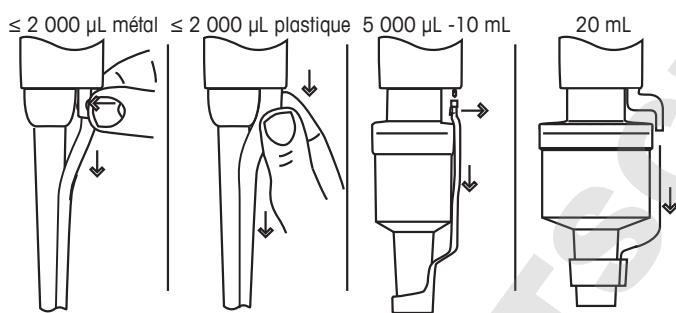

Figure 8 : Retrait du bras éjecteur
1. Retirez le bras éjecteur (voir retrait du bras éjecteur Figure 8).